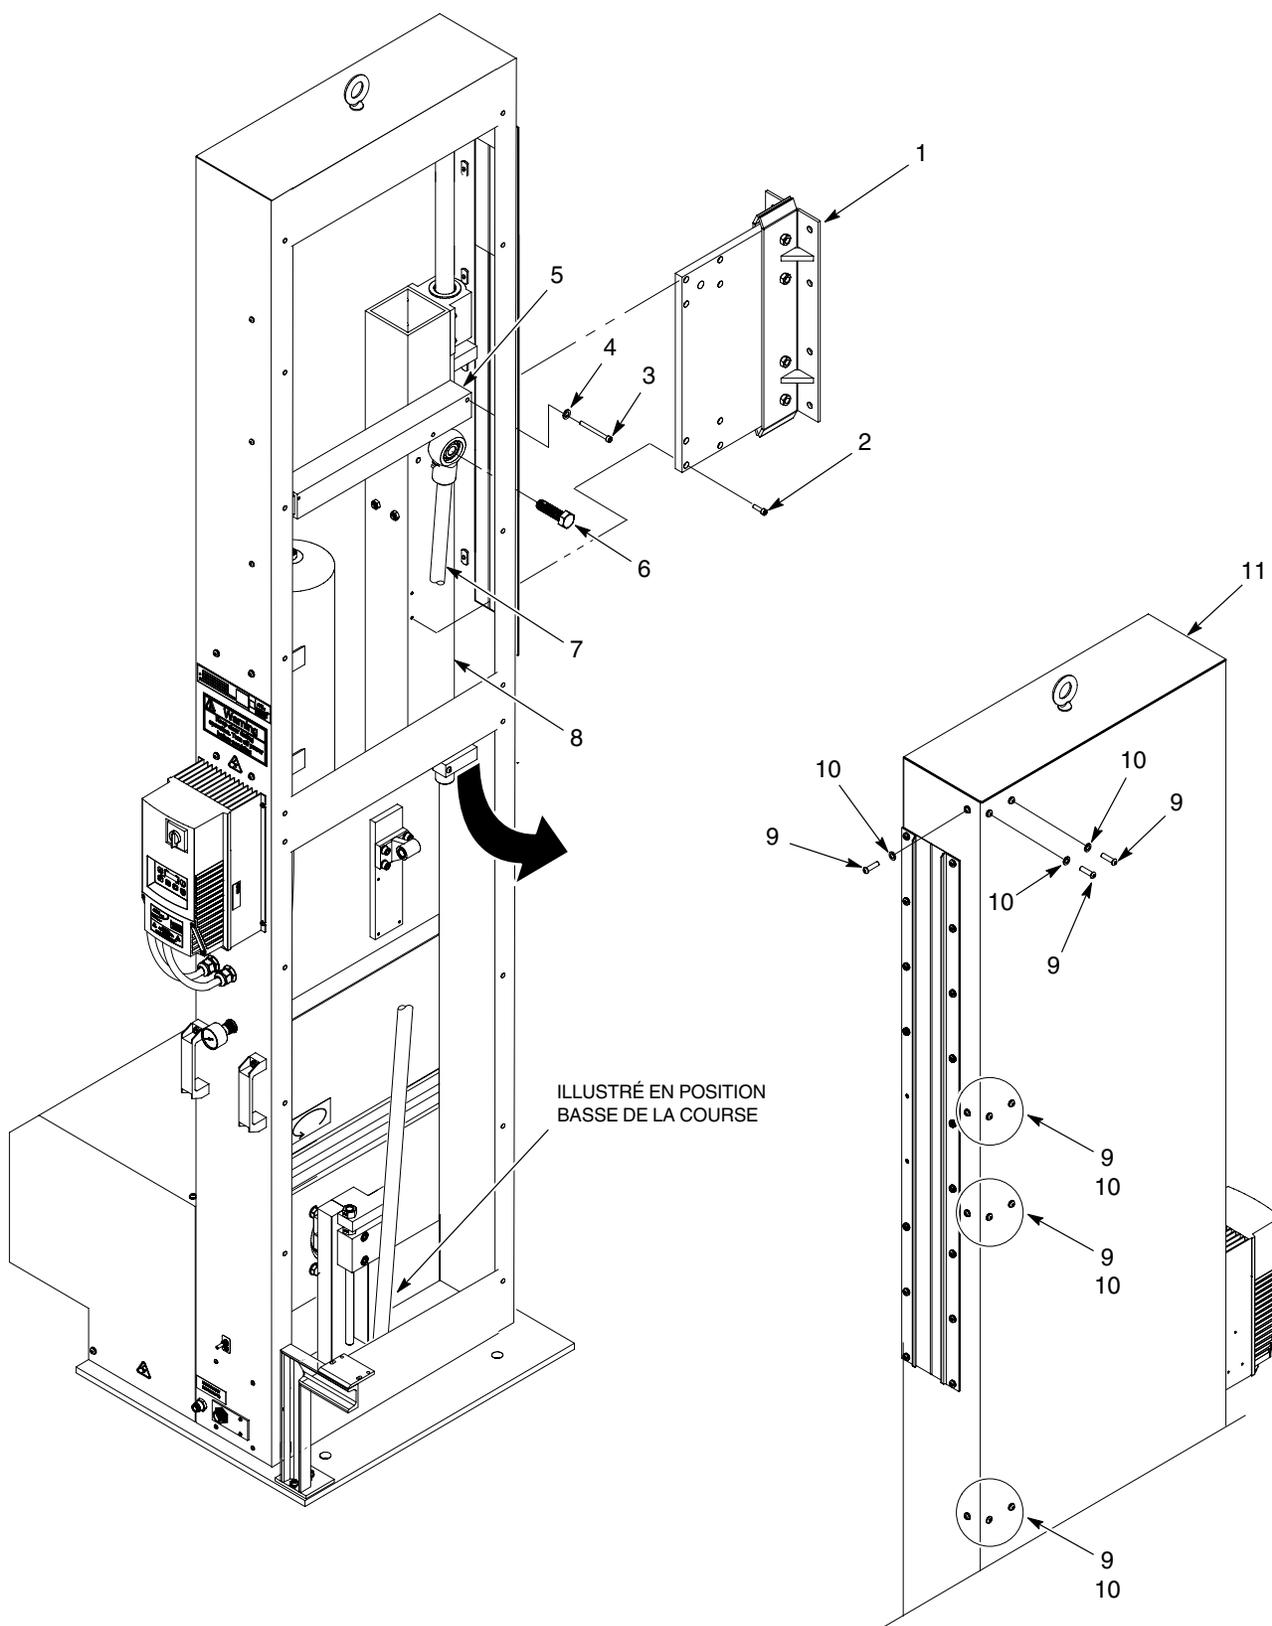

Fig. 16 Dépose du bloc palier
1. Voir la figure 16. Retirer les vis (3) et les rondelles freins (4) qui fixent la barre stabilisatrice (5) au tube de fixation de palier (8). Retirer la barre stabilisatrice.
2. Retirer la vis (6) qui fixe la bielle (7) au tube de fixation de palier (8). Pivoter la bielle vers la gauche et l'éloigner du tube de fixation de palier.
3. Retirer les vis (2) qui fixent la plaque du pistolet (1) au tube de fixation de palier (8). Retirer la plaque du pistolet.
4. Demander à un assistant de soutenir le bloc palier. Retirer les vis (9) et les rondelles freins (10) qui fixent le bloc palier à l'oscillateur (11). Retirer le bloc palier de l'oscillateur (11) à travers l'ouverture du bas.